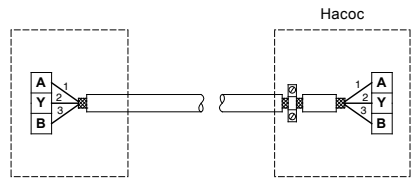

Рис. 9 Подключение 3-жильного экранированного кабеля
- Если устройство не имеет такого же кабельного разъема, экранирующую оплетку оставляют не подсоединенным с этой стороны, как это показано на рис. 9.